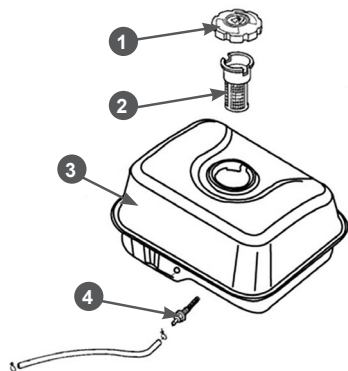

Рис. 22. Топливный бак и топливные фильтры
В топливном баке установлены два сетчатых топливных фильтра. Один фильтр устанавливается в заливной горловине топливного бака. Второй фильтр конструктивно объединен со штуцером топливного бака и установлен внутри бака (Рис. 22).
Каждые 300 часов работы или один раз в год в зависимости от того, что наступит раньше, необходимо производить очистку топливного бака от грязи и конденсата. Перед этим рекомендуется полностью выработать топливо. Одновременно с очисткой топливного бака необходимо проверять и очищать фильтр 4, установленный внутри бака (Рис. 22). Поврежденный или сильно загрязненный фильтр необходимо заменить.
3. Выкрутите из топливного бака выходной штуцер 4 и произведите его очистку (Рис. 22). Внимательно осмотрите сетчатый фильтр. При обнаружении механических повреждений замените штуцер топливного бака.